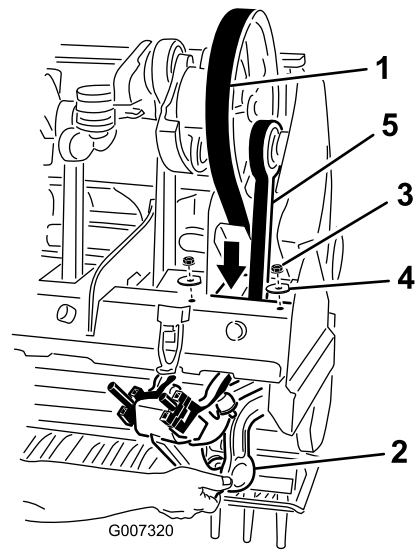

Figura 39
- Afloje y retire las 2 contratuercas y arandelas que fijan el amortiguador Rotalink del brazo de perforación N° 1 (Figura 39).
- Pase la correa de transmisión hacia abajo por el bastidor del cabezal de perforación y alrededor del extremo inferior del brazo de perforación N° 1 (Figura 39).